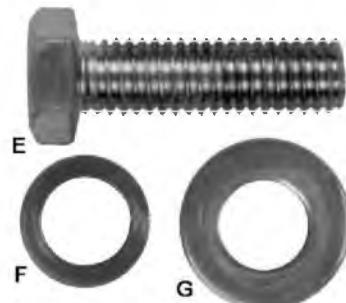

Рис. 5
1. Удалить транспортную пластину (A) между эл. Двигателем (C) и столом.
2. После того как кронштейн был удален, установить винт (B) обратно на площадку с двигателем. Верхние винты будут использоваться позже для крепления расширения к основному столу.
3. Удалить транспортный кронштейн (D) переключатель вкл\выкл (E) к столу. Не выбрасывайте кронштейн (D), он будет использоваться для установки коммутатора.
4. Удалите оставшиеся болт, гровер и плоскую шайбу (F и рис. 5) из края стола.
5. Установите крышку двигателя (G), совместив штифты (H) на крышке с отверстиями на тумбе.
6. Закрепите крышку, потянув за защелку (J), закрыв дверцу, и отпустите защелку.
- Оборудование: (6), 7/16 "x1-1/2" шестигранные болты крышки (6) 7/16" Гроверные шайбы, (6) 7/16 "Плоские шайбы и (2) Расширение
1. Прикрепите левое расширение (A) к основному столу (B) тремя болтами (E), с гроверами (F) и плоскими шайбами (G). Не затягивайте расширение, чтобы иметь возможность выравнивать вручную по основному столу.
4. Возьмите крепеж (рис. 5) для правой стороны, а затем приложив правое расширение сделайте все операции в том же порядке.